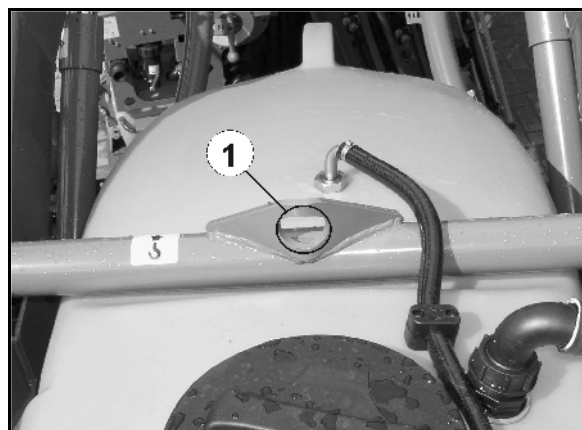

Bild 5
Det finns 3 lyftöglor på maskinen (Bild 5/1, Bild 6/1, Bild 7/1).
- baktill 3000 kg (Bild 5)